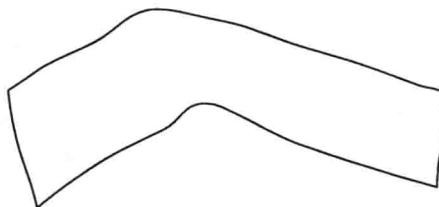

图 1-1 金属板表面局部凸起
**案例一：**如图 1-1 所示，金属板表面发生局部凸起变形的修复。